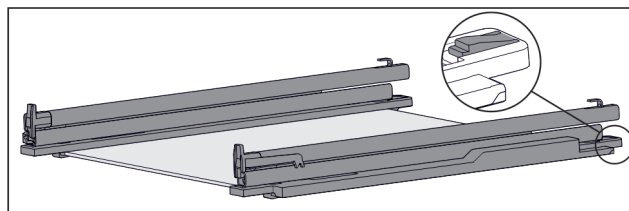

Fig. 133 Skleněná deska s kolejničkami a přídržnými díly
- Přídržný díl vzadu stlačte dolů (viz Fig. 133) a současně zasuňte kolejničku dozadu.